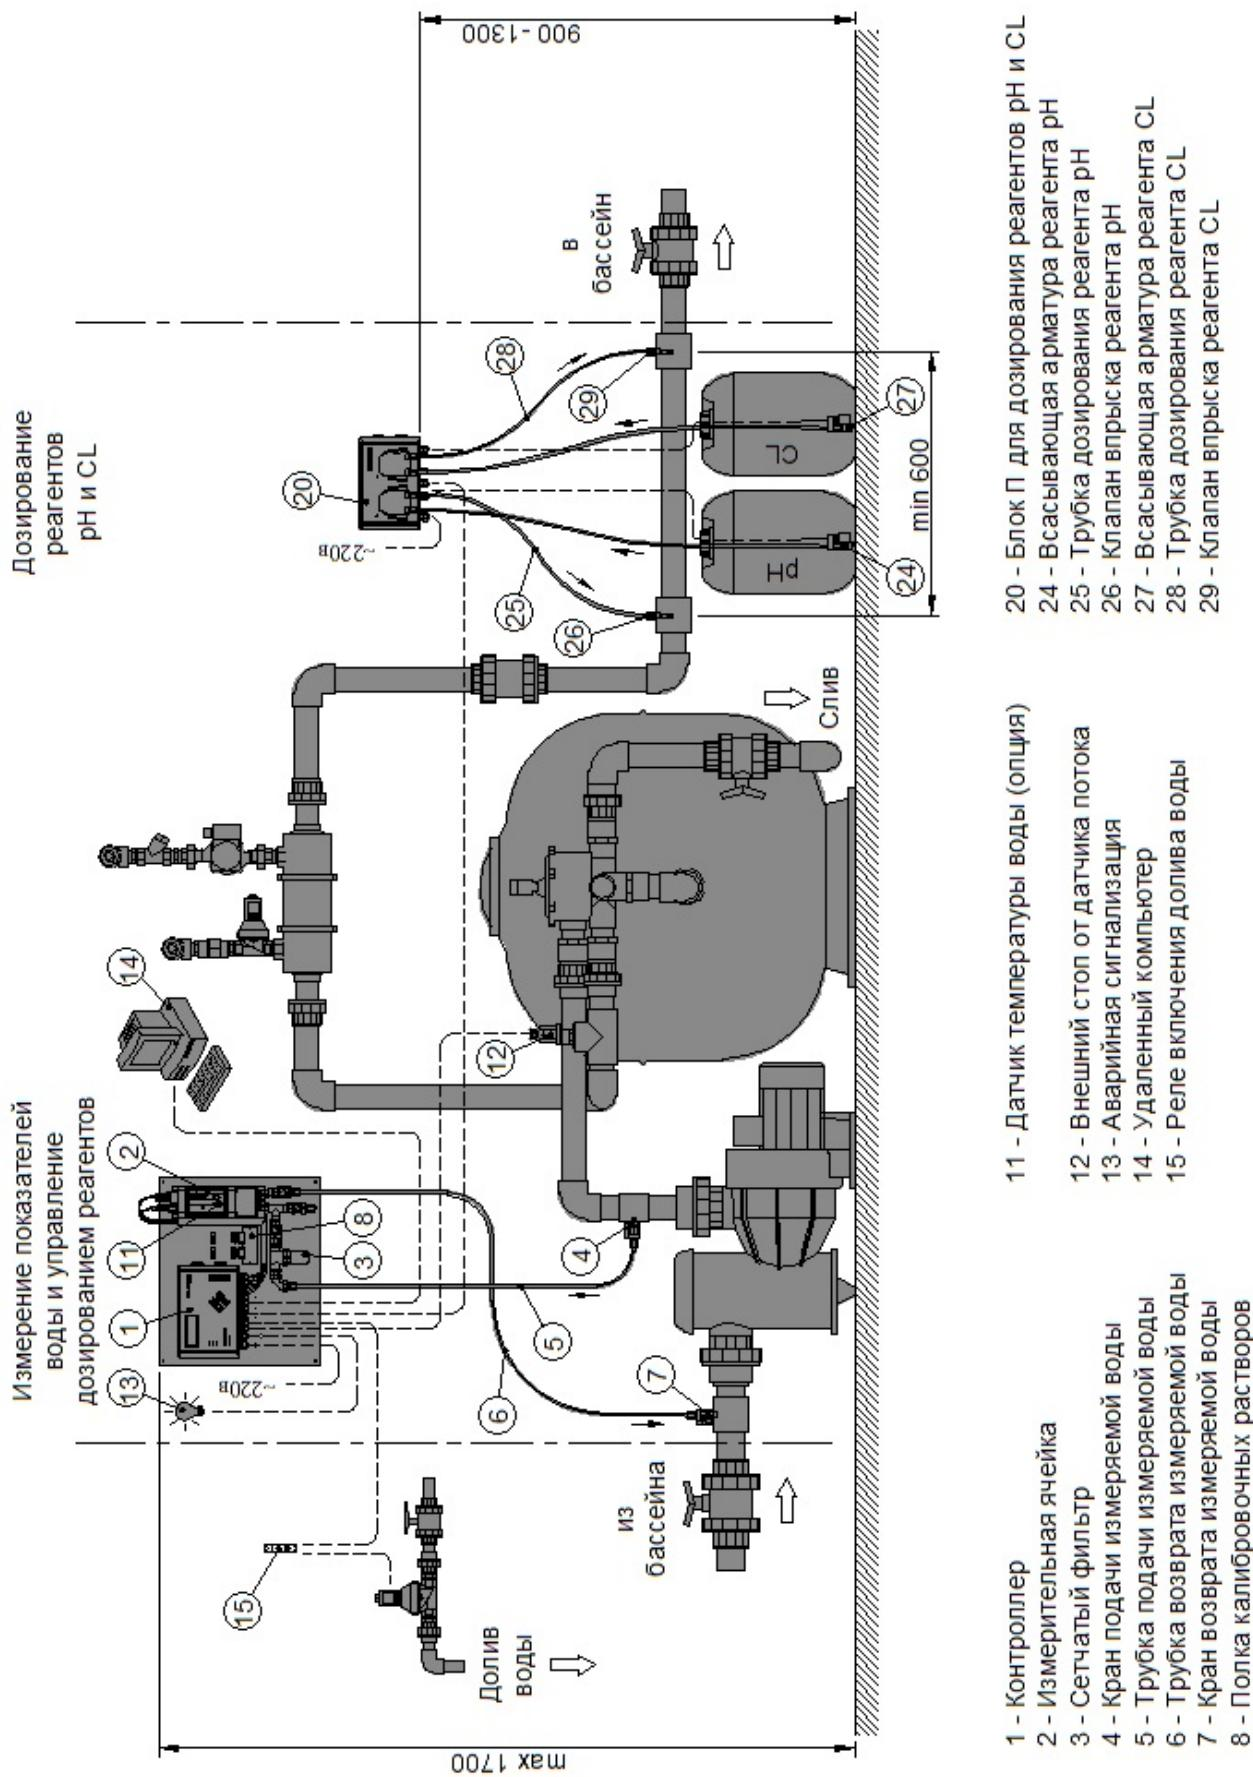
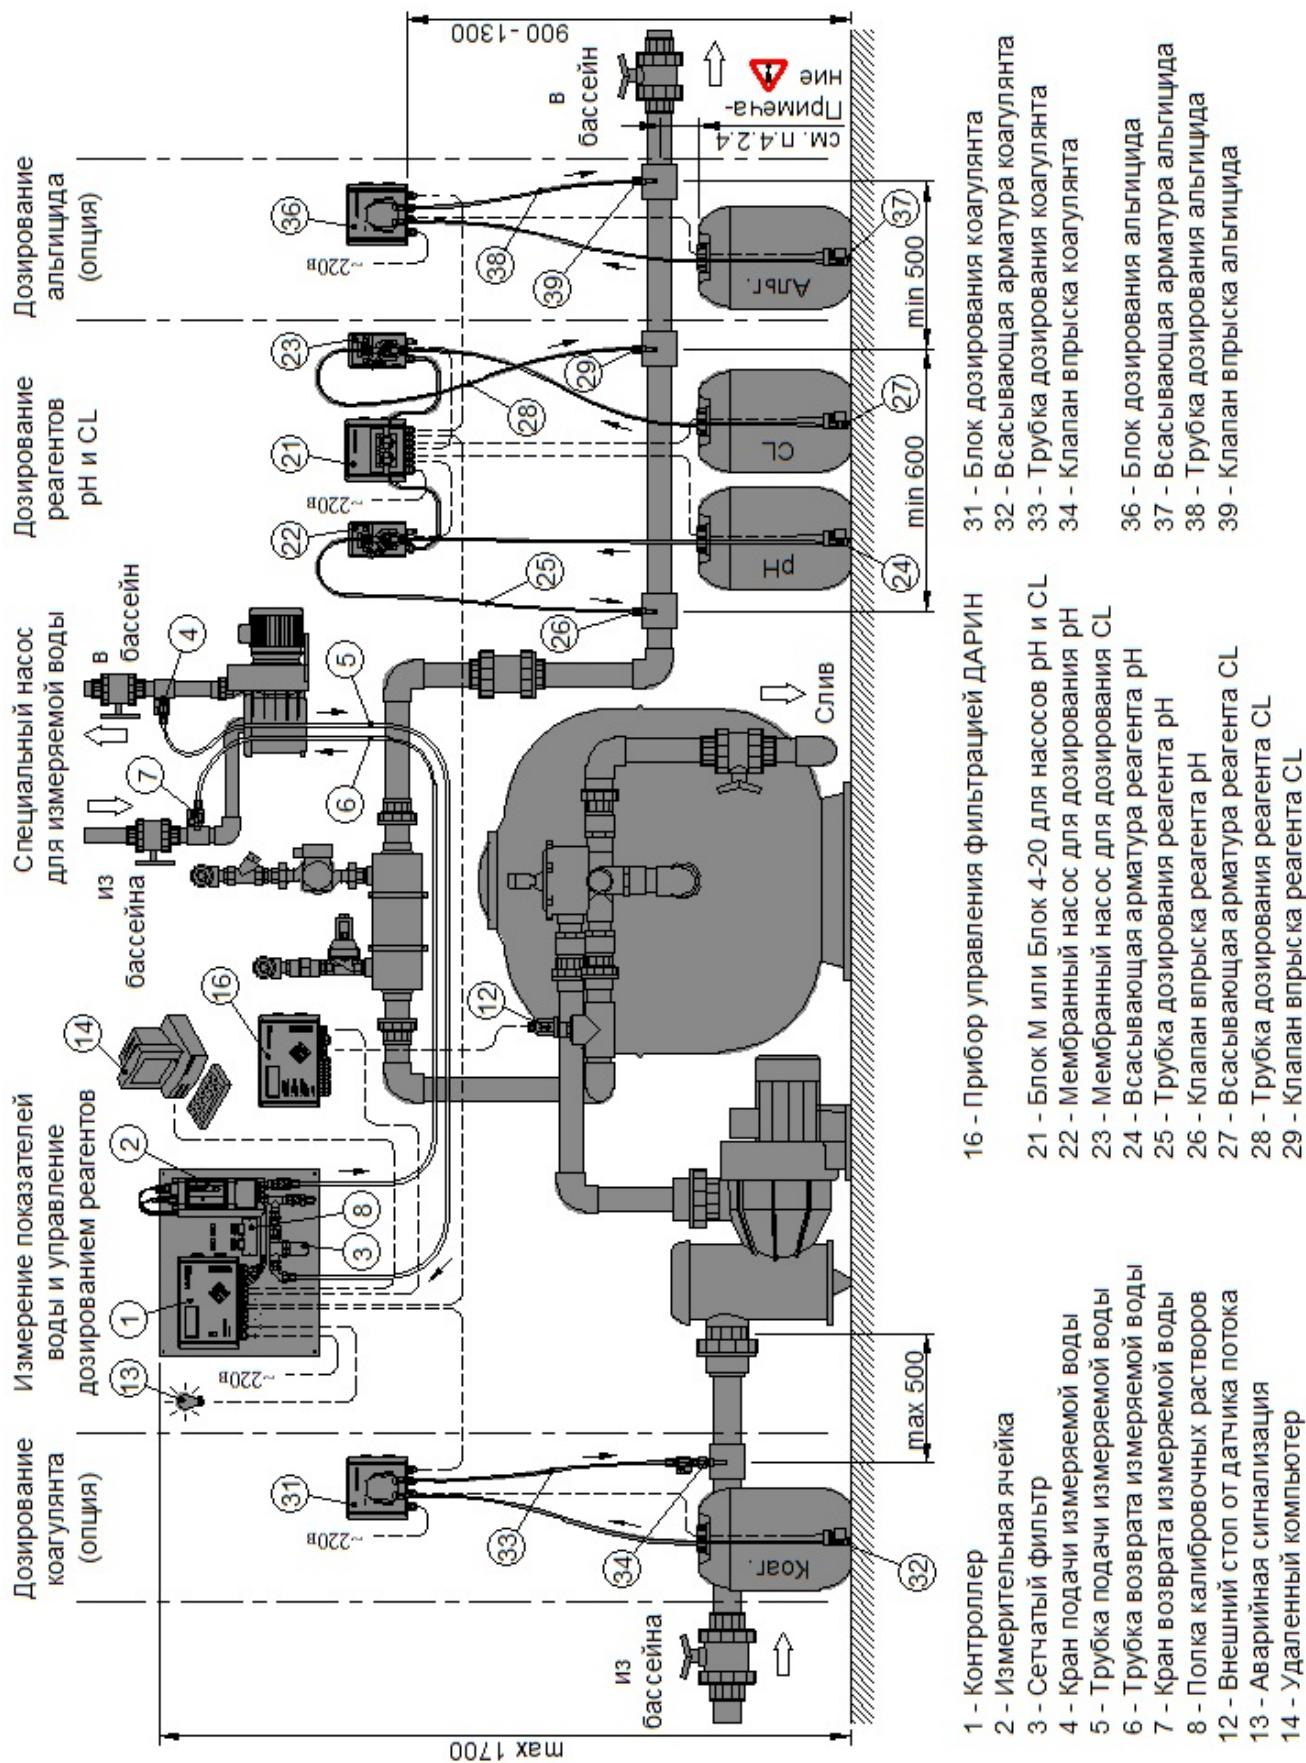

Рис.2-1 Схема размещения комплекта оборудования "Кристалл П" с опцией измерения температуры
Рис.2-2 Схема размещения комплекта оборудования "Кристалл М" или "Кристалл 4-20" с опциями коагуланта и альгицида
На рис.2-1 изображен монтаж системы «Кристалл П» с дополнительной опцией измерения температуры и отбором воды для измерений из трубопровода фильтрации, а на рис.2-2 – монтаж системы «Кристалл М» или «Кристалл 4-20» с дополнительными опциями дозирования коагулянта и альгицида и с отбором воды для измерений непосредственно из ванны бассейна с использованием специального насоса.
Установленные в ячейке измерительные электроды, омываемые измеряемой водой, формируют электрические сигналы, по которым контроллер определяет текущие значения показателей воды (pH, Rx, CL) и, в свою очередь, исходя из этих значений, формирует управляющие команды для дозирующих насосов pH и CL. Эти управляющие команды поступают, в зависимости от комплектации, либо, как это изображено на рис.2-1, в «Блок П» (20) со встроенными перистальтическими насосами pH и CL, либо, как это изображено на рис.2-2, в «Блок М» (21), который управляет внешними мембранными насосами pH (22) и CL (23).
Для учёта температуры воды при измерении её показателей в измерительную ячейку (как дополнительная опция) может быть установлен датчик температуры (11), как это показано на рис.2-1.
Дозирование реагентов прекращается также при отсутствии потока воды в трубопроводе возврата воды в бассейн после фильтрации. Это необходимо для предотвращения дозирования реагентов в трубу с неподвижной водой или без воды. Для контроля потока воды рекомендуется установить в трубопровод специальный датчик потока (12), как это показано на рис.2-1. Для повышения точности измерения и дозирования в системе предусмотрена задержка включения дозирующих насосов после появления потока воды в измерительной ячейке или после возобновления фильтрации. Длительность этой задержки устанавливает Покупатель в настройках контроллера.
Дозирование реагентов может также прекращаться при включении долива воды в бассейн, если для этого долива используется электромагнитный клапан. В этом случае управление доливом рекомендуется производить через контактор (15), в котором через одну пару контактов подаётся питание к электромагнитному клапану долива воды, а через другую пару контактов в контроллер подается сигнал о включении долива (как это показано на рис.2-1, 4.3-6, 4.3-7). Если нет необходимости или возможности блокировать дозирование реагентов при включении долива воды, то необходимо установить перемычку на клеммы «Долив» внутри контроллера (см. подробнее п.4.3.1).